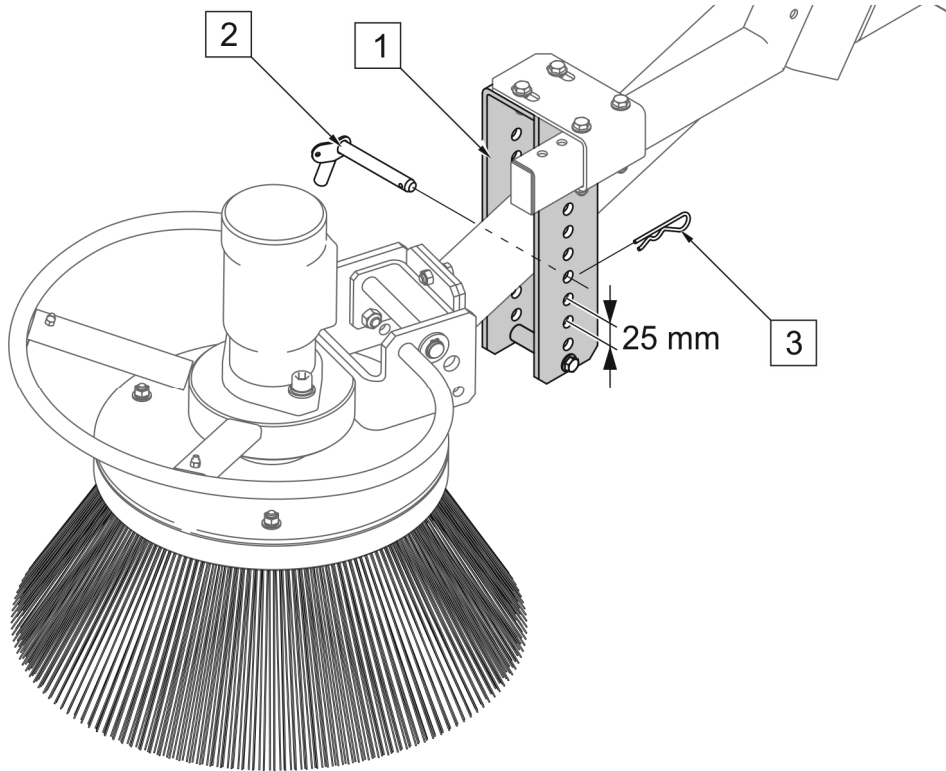

РИСУНОК 5.4 Регулювання тиску бокової щітки
Для регулювання тиску щітки (РИСУНОК 5.4) зніміть шплінт (3) і замініть отвір для кріплення шпильки (2) у кронштейні (1) і закріпіть його шплінтом (3).